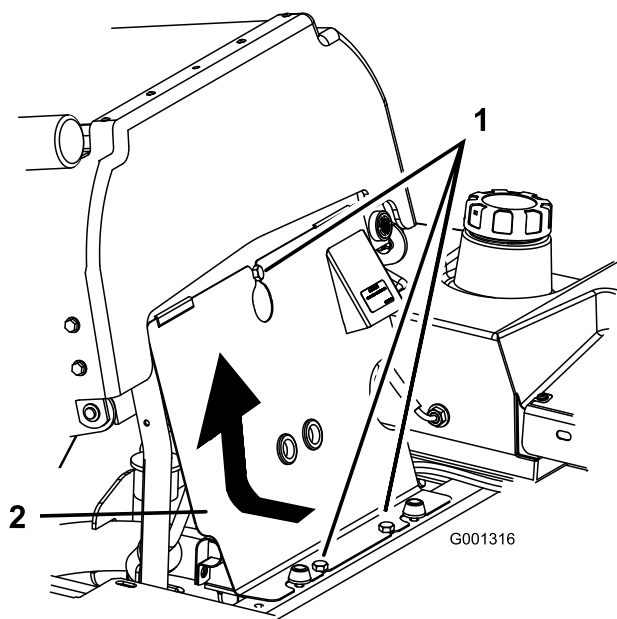

Figura 32
1. Inclinate il sedile in avanti, allentate i bulloni e togliete il pannello anteriore del motore (Figura 32).